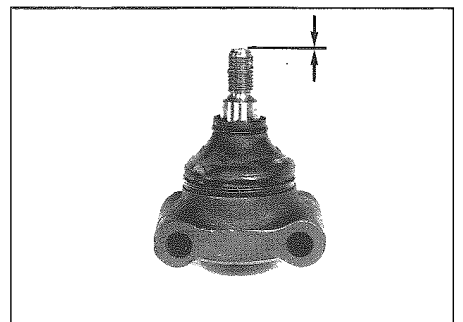

Fig. 14 - Controllo snodo sferico
- Controllare che i perni sferici non abbiano escursioni assiali, come indicato in **Fig. 14**. Sostituirli se presentano giochi o grippaggi.
- Check that the joints are free from axle travel, as indicated in **Fig. 14**. Replace them in case of play or seizures.